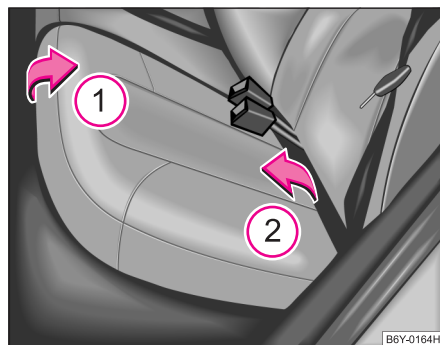

Abb. 53 Rücksitzfläche vorklappen
- Rücksitzfläche in Pfeilrichtung ① hochziehen ⇒ Abb. 53 und in Pfeilrichtung ② nach vorn klappen.